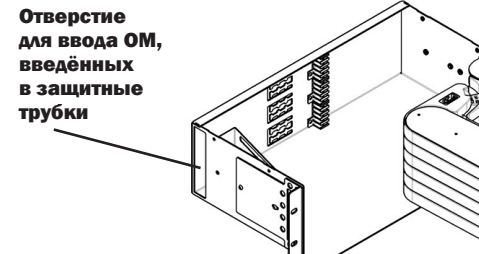

Рисунок 7
2.2 Выполнить ввод ОК (введенных в защитные трубки) в кросс-блок через отверстие в корпусе кросса-блока (рисунок 7).